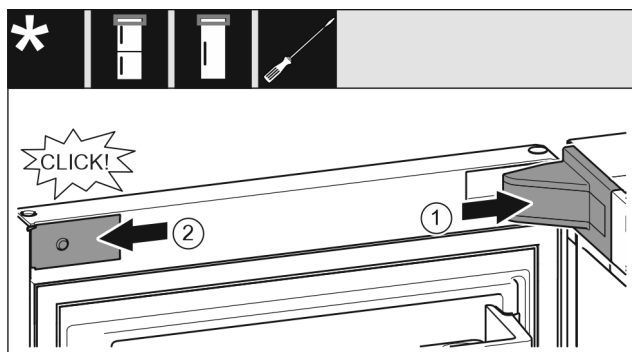

Fig. 59
- ▶ Lagerbokaafdekking Fig. 59 (1) plaatsen en vastklikken, evt. voorzichtig uit elkaar drukken.
- ▶ Panelen Fig. 59 (2) aan de zijkanten plaatsen en vastklikken.